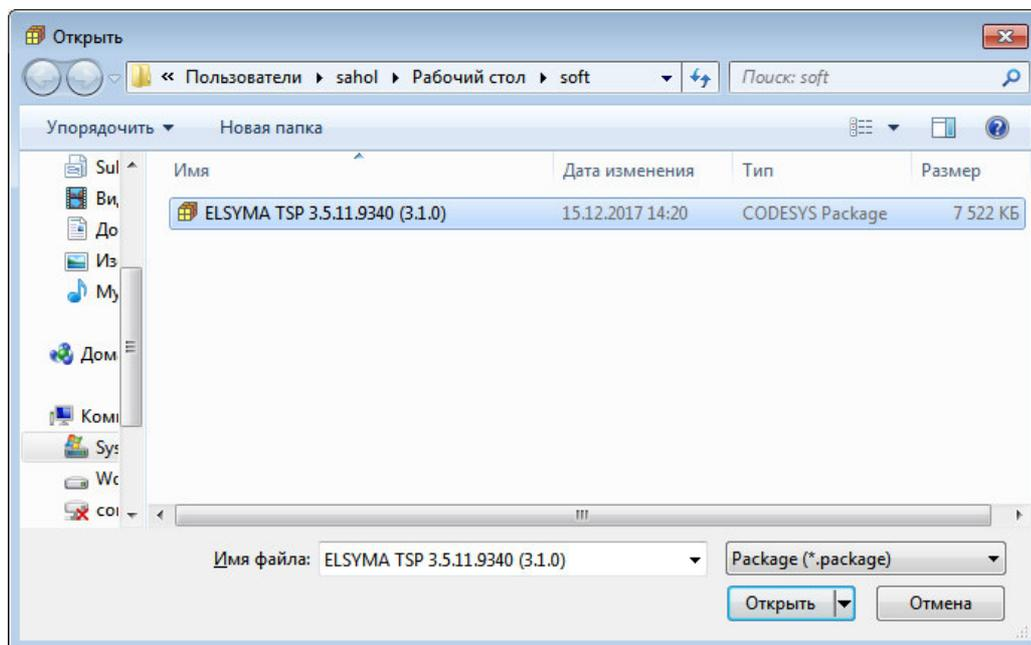

Рисунок 1.3 – Окно выбора файла
- Нажать кнопку «Установить...» и в окне выбора файла (рисунок 1.3) выбрать файл *ELSYMA TSP (<version>).package*.